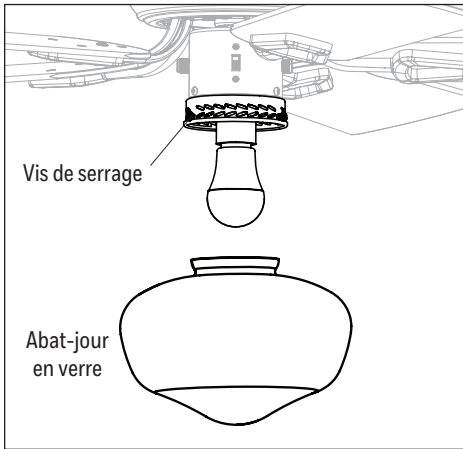

Figure 4.7
7. Desserrez les 3 vis de serrage près du bas de la luminaire. Soulevez l'abat-jour en verre dans le luminaire et serrez les vis de serrage desserrées pour le fixer (Figure 4.7).